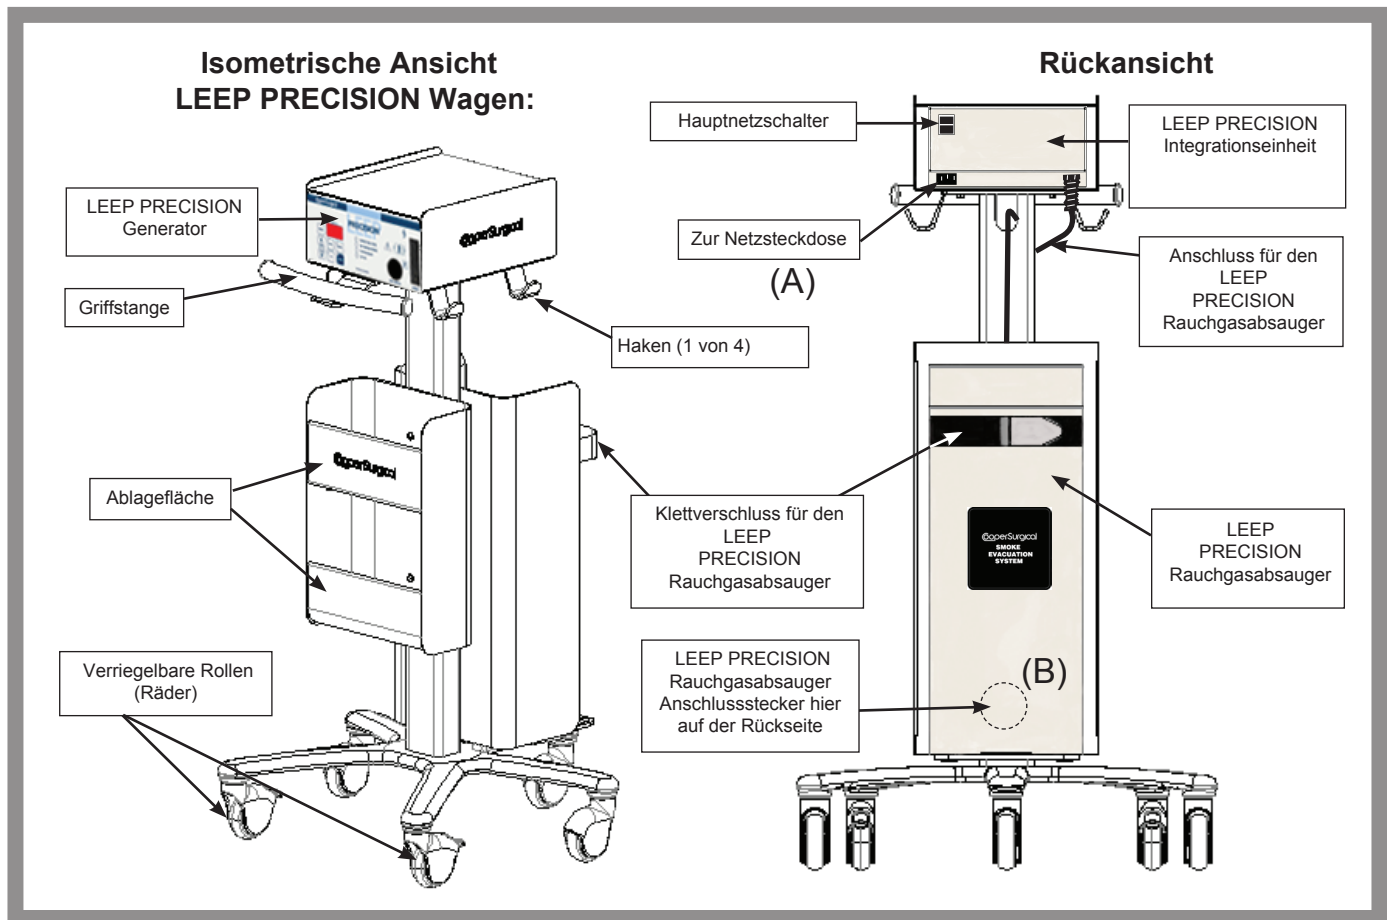

Abbildung 1
2. Stecken Sie den Stecker [Position (B) in Abbildung 1] aus der LEEP PRECISION Integrationseinheit in die Rückseite des LEEP PRECISION Rauchgasabsaugers.
Stellen Sie sicher, dass der EIN/AUS-Schalter **12** für das LEEP PRECISION integrierte System, das sich auf der LEEP PRECISION Integrationseinheit befindet, in der AUS-Position („O“) steht. Als nächstes schließen Sie das Stromkabel an die Steckerbuchse **13** auf der LEEP PRECISION Integrationseinheit an und dann in eine Schutzkontaktsteckdose, um die Stromversorgung einzuleiten [siehe dazu (A) in Abbildung 1].